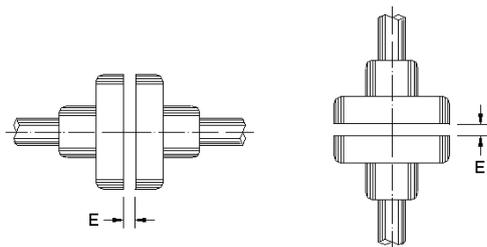

Figura 4.10: Holgura axial del acoplamiento (E)
Alinear cuidadosamente las puntas de eje y, siempre que sea posible, usar acoplamiento flexible, dejando una holgura (E) mínima de 3mm. entre los acoplamientos, conforme es mostrado en la Figura 4.10.